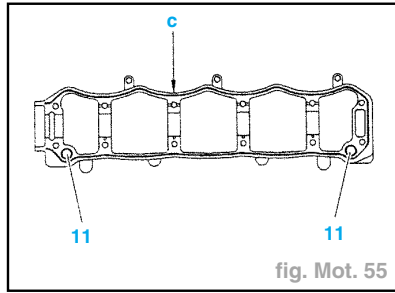

fig. Mot. 55
- Vérifier la présence des goupilles (11) (fig. Mot. 55).